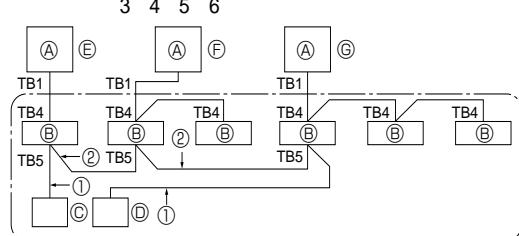

Fig. 10-1
① Tilslut strøm (hovedafbryder).
② Efter at gasstopventilen er lukket, sættes SWP-kontakten på kontrolpanelet på udendørs enheden til ON. Kompressoren (udendørs enhed) og ventilatorerne (indendørs og udendørs enhed) starter og opsamlingen af kølemidlet begynder. LED1 og LED2 på kontrolpanelet på udendørs enheden er tændt.
③ Fordi enheden automatisk stopper i løbet af ca. to til tre minutter efter afslutningen af kølemiddlel opsamlingen (LED1 og LED2 er tændt), skal det sikres, at gasstopventilen lukkes hurtigt. Når LED1 og LED 2 er tændt og udendørs enheden er stoppet, skal væskestopventilen åbnes helt, hvorefter trin ② gentages efter tre minutter.
④ Afbryd strømmen (hovedafbryder).
10. Systemkontrol (Fig. 10-1)
⑤ SW 1 - 3 ~ 6	ON		Ⓐ Udendørs enhed